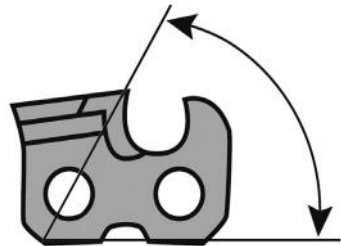

Рис. 8 Определение угла заточки режущего зуба по вертикали
5. В соответствии с таблицей размеров определите угол заточки режущих зубьев цепи по вертикали (Рис. 8). Для различного типа цепей он составляет 50-60°.